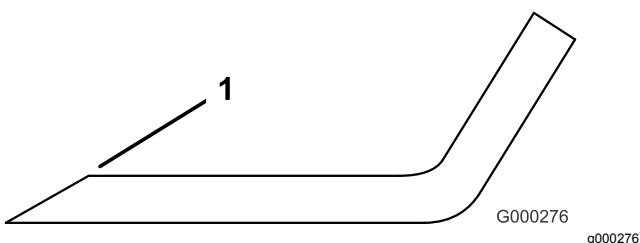

Figure 59
1. Au moyen d'une lime, aiguiser les tranchants aux deux extrémités de la lame (Figure 59).